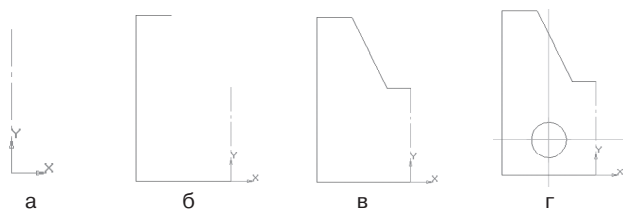

Рис. 106. Построение имеющейся половины изображения
- постройте вертикальный отрезок длиной 40 мм ($70 - 30 = 40$) тип линии **Осевая** с помощью команды – **Отрезок** (рис. 106, а);
детали 80 мм), 70 мм, 15 мм ($40 - 25 = 15$), построение половины детали) – рис. 106, б;
- отключите ортогональное черчение и постройте отрезок под наклоном. Сработает глобальная привязка **Ближайшая точка** (рис. 106, в);
- на пересечении прямых линий постройте окружность радиусом 7,5 мм ($\varnothing = 15$) –рис. 106, г;